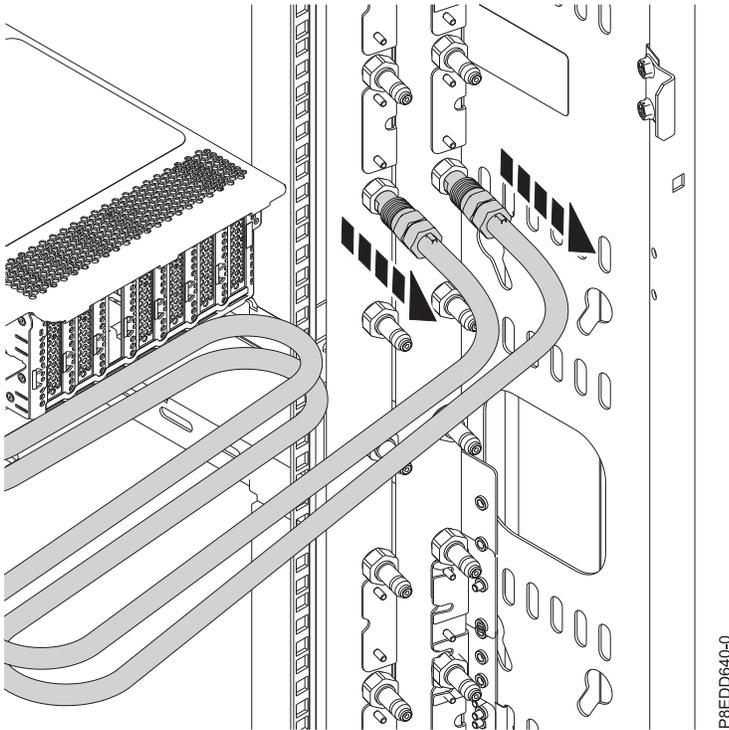

Figura 42. Desconexión de las mangueras de agua
2. Para un sistema con refrigeración por agua, etiquete y desconecte las mangueras de agua del colector. Tire del enganche hacia usted para desconectar las mangueras de agua, tal como se muestra en la Figura 42 en la página 66.